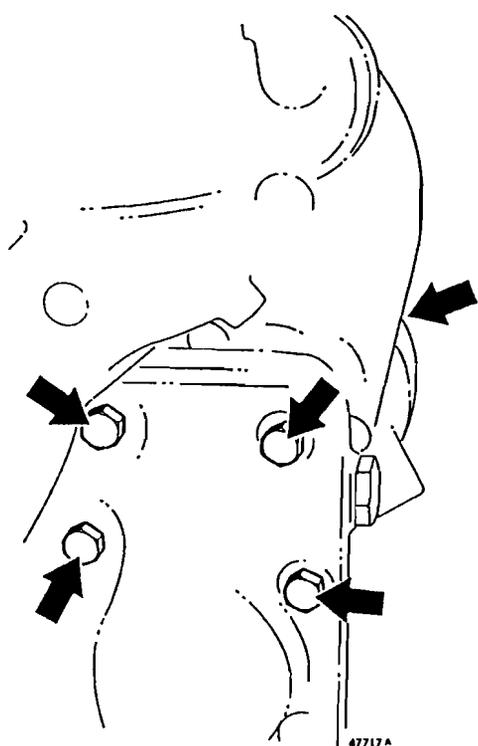

Fig. 239
- 1 Vaciar el sistema de refrigeración. Quitar los cuatro tornillos superiores de la tapa de la distribución y el tornillo entre la bomba de agua y el cuerpo debajo de la caja de termostatos, véase la fig. 239.